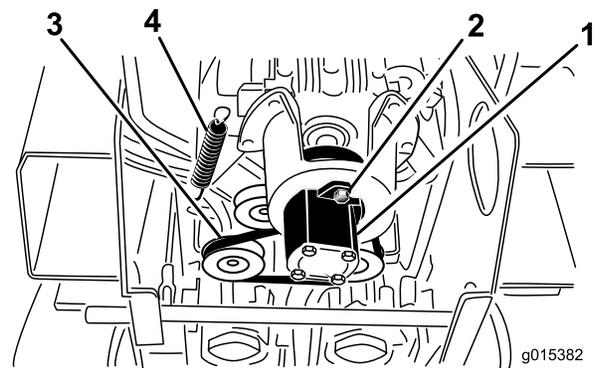

Figure 53
5. Desserrez les 2 boulons de la pompe (Figure 53).
6. Tournez la pompe dans le sens antihoraire et laissez-la se détacher de la poulie (Figure 53). Attention à ne pas faire tomber l'accouplement en étoile en même temps que la pompe.
7. À l'aide d'un extracteur de ressort (à se procurer chez un concessionnaire-réparateur agréé) ou d'un crochet en métal, décrochez l'extrémité du ressort de la poulie de tension du boulon de ressort afin de détendre la courroie (Figure 53).